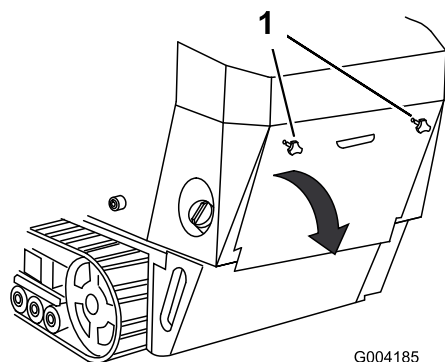

Figure 29
1. Dévissez les 2 boutons de fixation du couvercle d'accès arrière à la machine (Figure 29).
2. Basculez le couvercle d'accès arrière vers le bas et déposez-le pour accéder aux composants internes (Figure 29).